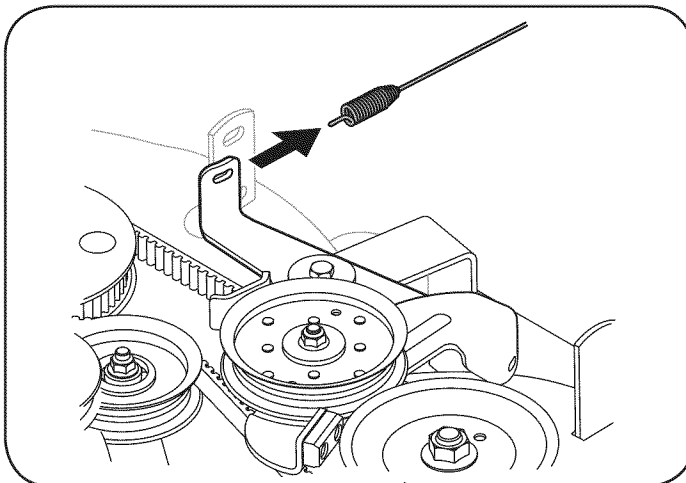

Figura 16
15. Desenganche el cable resorte de la transmisión del montaje del brazo secundario libre. Figura 16.